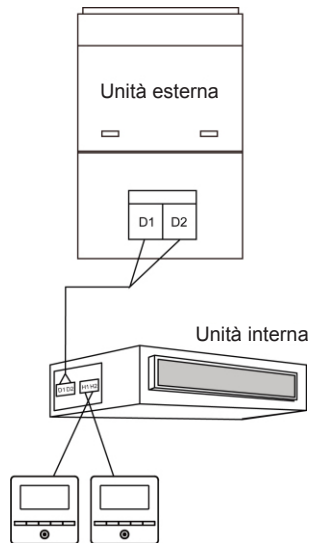

Fig. 3.5 Due comandi a filo controllano un'unica unità interna
- (1) Quando il comando controlla diverse unità interne contemporaneamente, esso può collegarsi a qualsiasi unità interna appartenente alla stessa serie. Le unità interne controllate dal comando non possono essere più di 16 e devono far parte della stessa rete. Mediante il telecomando bisogna impostare la quantità di unità interne da controllare. Si veda il paragrafo 3.2.3 Impostazione dei parametri.
- (2) Quando due comandi via cavo controllano un'unica unità interna, i comandi dovranno avere indirizzi diversi. Si veda il paragrafo 3.2.3 Impostazione dei parametri.
- (3) Quando due comandi controllano diverse unità interne, essi possono collegarsi a qualsiasi unità interna appartenente alla stessa serie. Gli indirizzi dei due comandi via cavo dovranno essere diversi. Si veda il paragrafo 3.2.3 Impostazione dei parametri. Le unità interne controllate dal comando non possono essere più di 16 e devono far parte della stessa rete. Mediante il telecomando bisogna impostare la quantità di unità interne da controllare. Si veda il paragrafo 3.2.3 Impostazione dei parametri.
- (4) Quando uno (o due) comandi controllano diverse unità interne contemporaneamente, le unità devono essere impostate allo stesso modo.
- (5) Il tipo di collegamento tra il comando e la rete dell'unità interna deve essere del tipo di uno dei collegamenti mostrati nelle figure 3.4-3.7. Per il collegamento mostrato nelle figure 3.5 e 3.7 deve esserci solo un comando master (indirizzo 01) e un comando slave (indirizzo 02). I telecomandi non possono essere più di due.